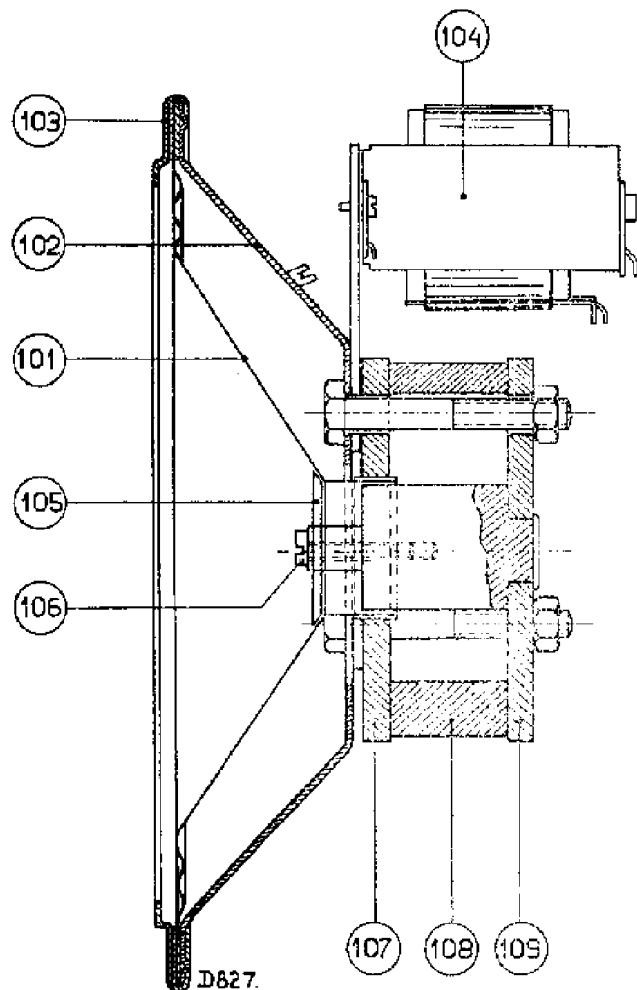

Fig. 7
2. Zorg dat voor- en achterplaat (fig. 7 pos. 107 en pos. 109) in geen geval van de magneet getrokken worden; hierdoor zou deze (evenals bij reparatie op een ijzeren plaat) verzwakken,